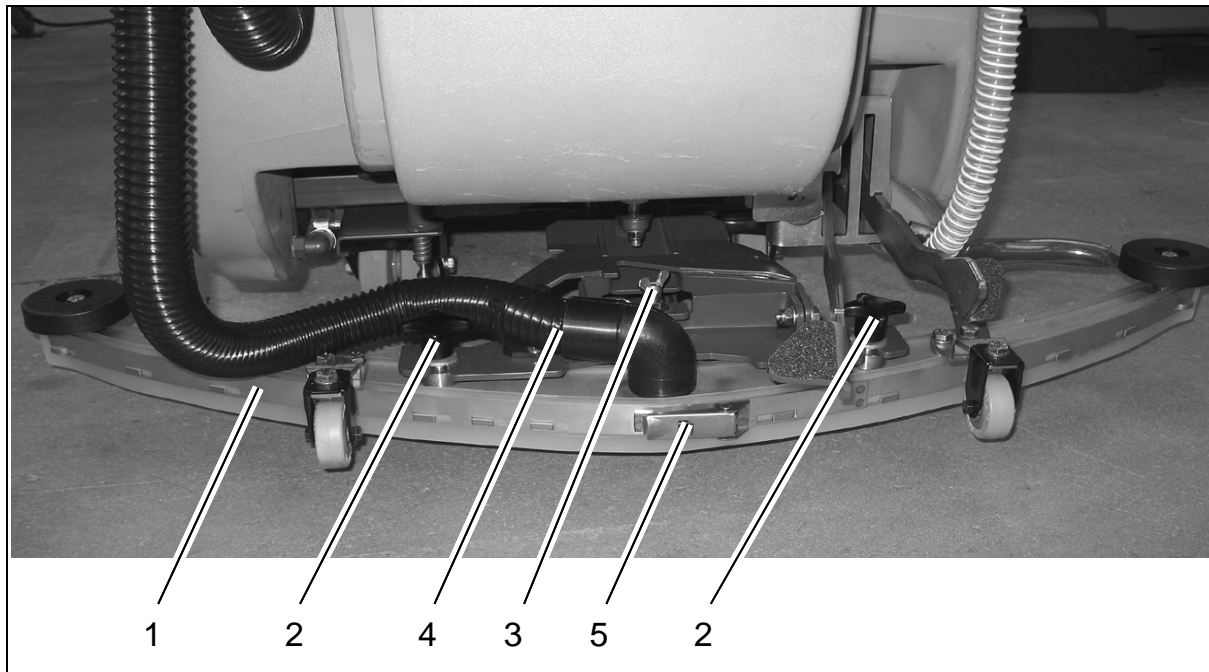

Fig.9
Contrôler quotidiennement le suceur (Fig. 9/1) et le nettoyer en cas de besoin. Pour nettoyer le suceur, le soulever, retirer le flexible d'aspiration (Fig. 9/4), desserrer les deux molettes (Fig. 9/2) et déposer le suceur.
Contrôler une fois par semaine l'usure des bavettes, intérieure et extérieure, du pied d'aspiration (Fig. 9/1). Les bavettes peuvent être utilisées de quatre manières.
3. À cet effet, desserrer la fermeture de serrage (Fig. 9/5) et retirer la bavette avant. Tourner la bavette ou la remplacer en cas de besoin. Remplacer la bavette arrière de la même manière que la bavette avant.
2. Desserrer l'écrou papillon de la vis de réglage (Fig. 9/3) et régler la bavette parallèlement au sol. Tourner la vis de réglage dans le sens horaire : la distance séparant la bavette du sol est plus grande au centre. Tourner la vis de réglage dans le sens antihoraire : la distance séparant la bavette du sol est plus petite au centre.